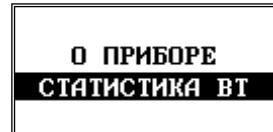

Рисунок 55
6.4.5.6 Пункт «СТАТИСТИКА ВТ» (рисунок 55) позволяет получить статистическую информацию по беспроводному соединению Bluetooth: время сессии, количество принятых и потерянных пакетов, уровень сигнала.